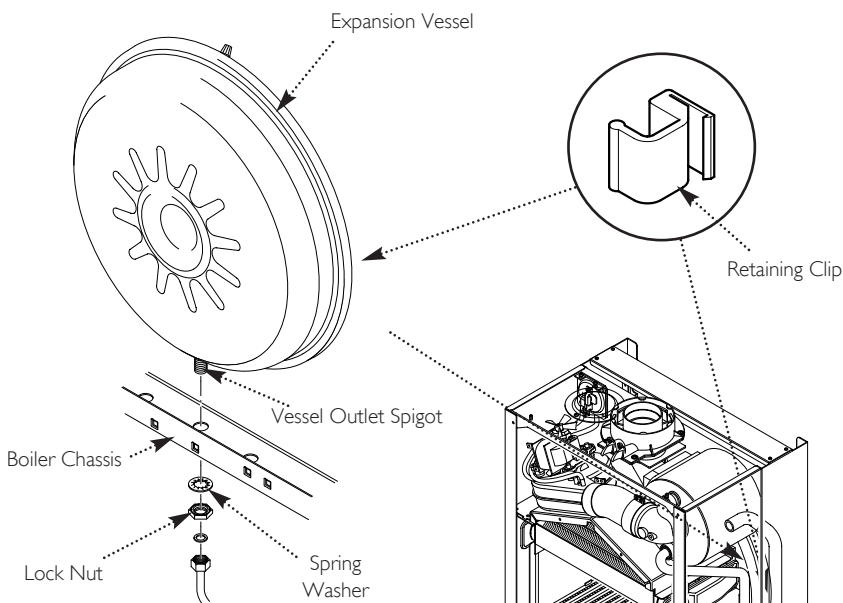

Fig. 76
14.16 Expansion Vessel (Fig. 76)